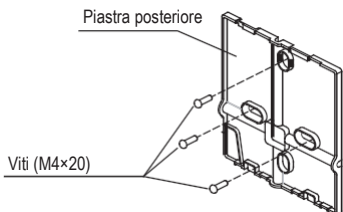

Fig. 3-5
- Per l'installazione a parete, fissare la piastra posteriore sulla parete con le 3 viti (M4x20) e i tappi. (Fig. 3-5)